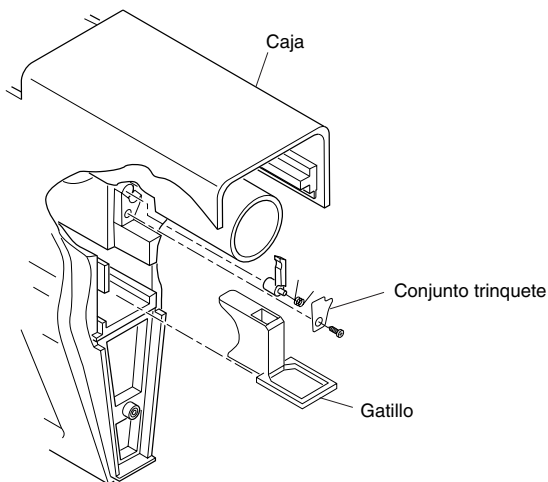

Figura 10 - Retiro del gatillo y del conjunto trinquete
1. Retire el gatillo deslizándolo fuera de la caja (vea la Figura 10).
2. Usando un destornillador Phillips, afloje el tornillo y retire de la caja los componentes del conjunto trinquete (vea la Figura 10).